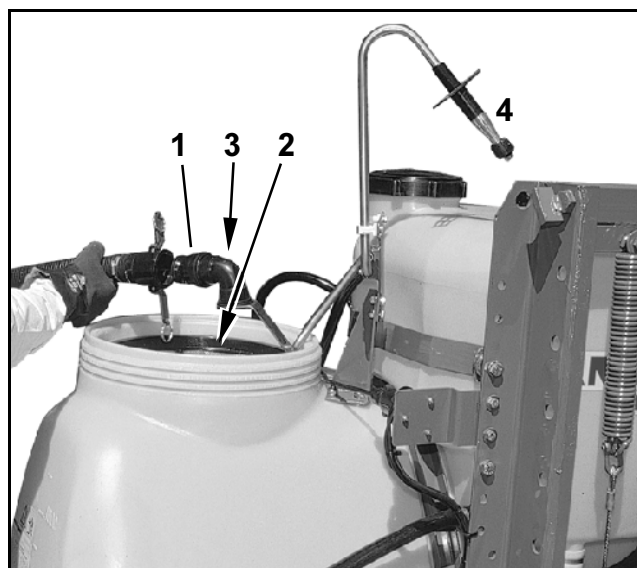

Рис. 148
При помощи соединения для наполнения (Рис. 148) баки для рабочего раствора или для промывочной воды могут наполняться водой из общественной водопроводной сети.
- Выполните соединение к водопроводной сети при помощи муфты («С») (Рис. 148/1).
- Трехходовой кран (Рис. 148/2)